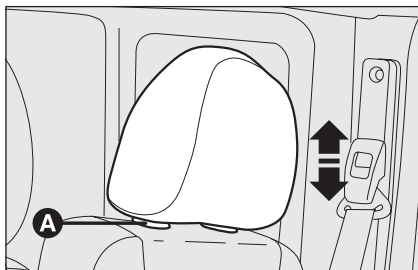
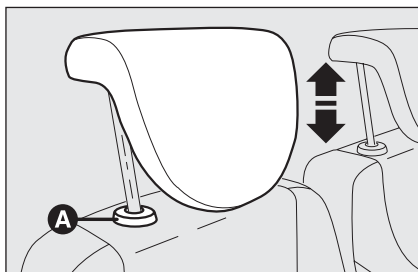

fig. 33
fig. 34
- ☐ druk op de knop **A-fig. 33** of **A-fig. 34** en duw de hoofdsteen omlaag.